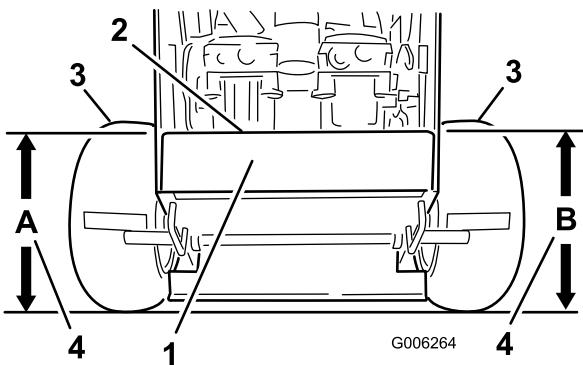

Figure 70
4. Mesurez la hauteur du plancher moteur au point A (Figure 70).
5. Mesurez la hauteur du plancher moteur au point B (Figure 70).